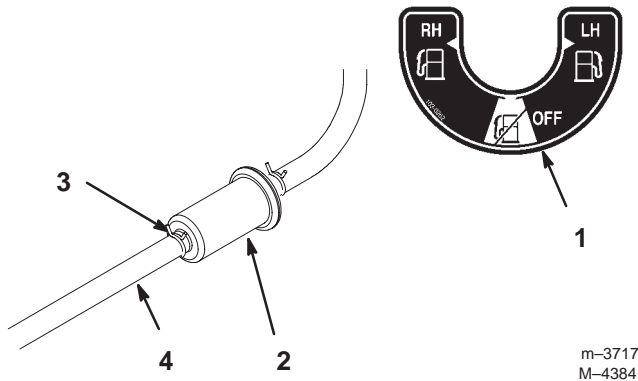

Figure 47
6. Posez un filtre neuf et rapprochez les colliers de fixation du filtre (Fig. 47).
2. Fermez le robinet d'arrivée de carburant (Fig. 47).
3. Desserrez le collier de serrage au niveau du filtre à carburant et repoussez-le le long de la conduite d'alimentation pour l'éloigner du filtre (Fig. 47).
4. Débranchez la conduite d'alimentation du filtre (Fig. 47). Ouvrez le robinet d'arrivée de carburant et laissez l'essence s'écouler dans un bidon ou un bac de vidange.
5. Raccordez la conduite d'alimentation au filtre. Rapprochez le collier de serrage du filtre pour fixer la conduite d'alimentation (Fig. 47).